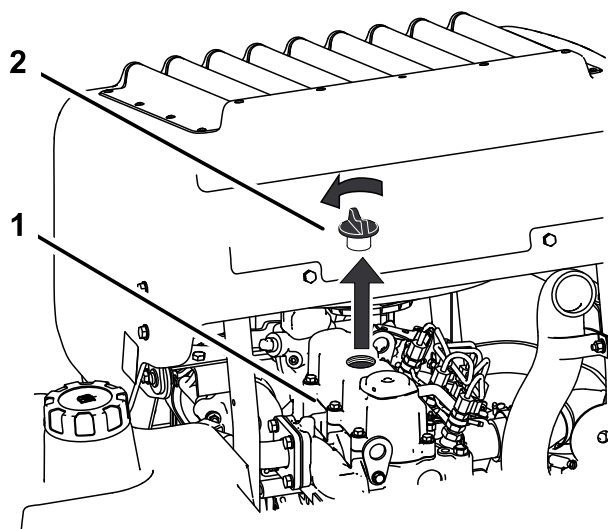

Figura 63
6. Togliete il tappo di riempimento dell'olio da sopra il motore (Figura 63),
2. Rimuovete il tappo dell'olio e l'asta di livello (Figura 63).